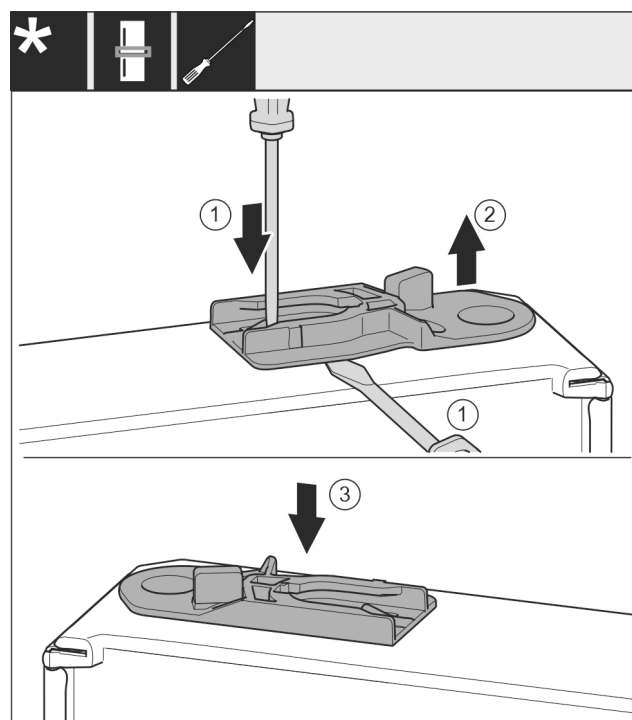

Fig. 36
- Sortir la douille de guidage : Pousser la languette avec un tournevis plat et la faire passer simultanément sous la douille de guidage avec un tournevis plat. Fig. 36 (1, 2)
- Pousser la douille de guidage fournie à la livraison de l'autre côté du logement. Fig. 36 (3)